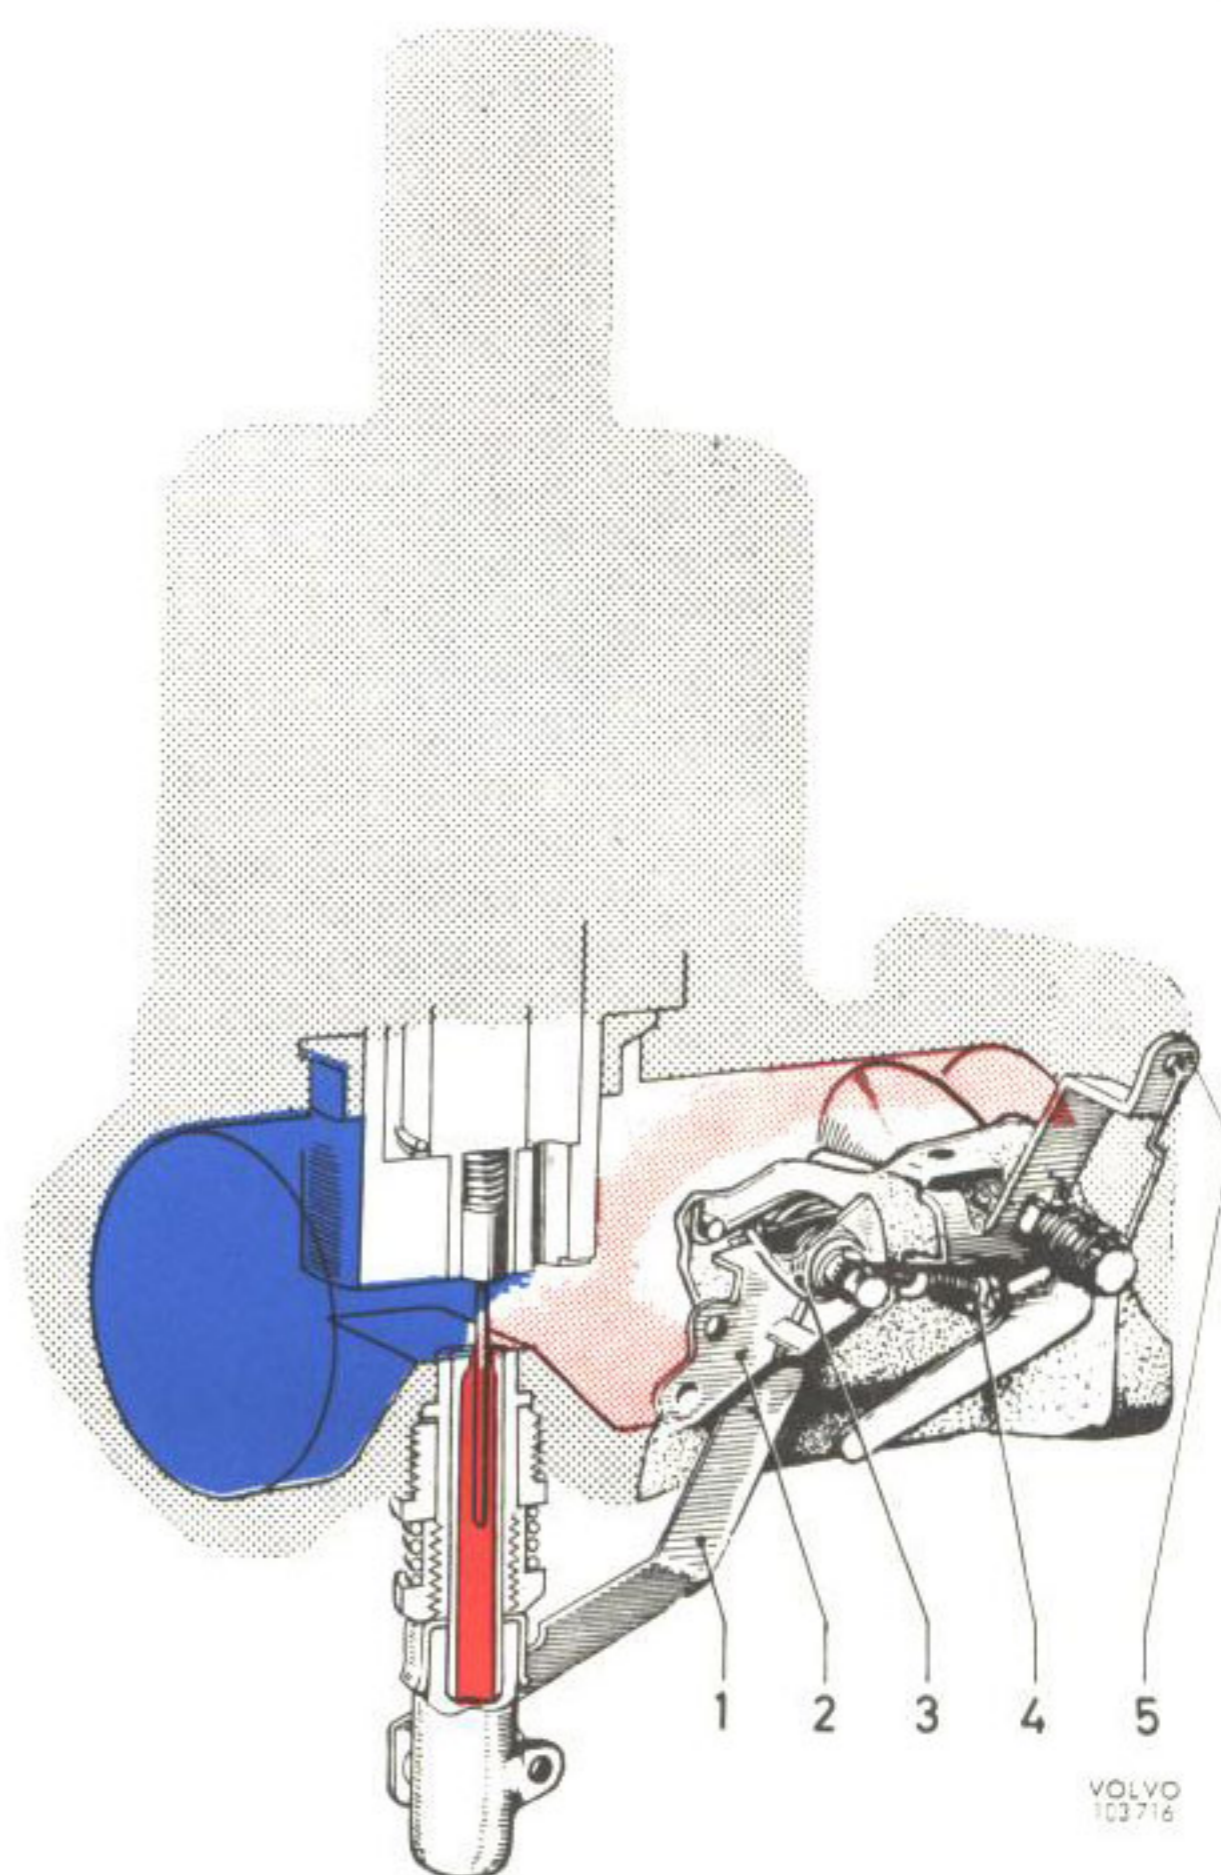

Bild 85. Förgasare, snabbtomgång
vilket påverkas genom ett länksystem från kallstart-reglaget vid förarplatsen. På grund av att bränslenålen är konisk ökas genomströmningsarean för bränslet då munstycket sänkes. När reglaget drages ut, tryckes hävarmens (3) yttre ända nedåt och påverkar munstycket så att det tryckes ned. Dessutom påverkas snabbtomgångsskraven av kammen på hävarmen (2, bild 85) och gasspjällen öppnas något.
Då kallstartsreglaget drages ut påverkas även gasspjället. Hävarmen (2, bild 85) är i ena ändan utformad till en kam, vilken trycker på snabbtomgångsskruven (4) varigenom gasspjällen öppnas. Motorn erhåller på så sätt ett högre tomgångsvarvtal under den tid kallstartsreglaget är utdraget.